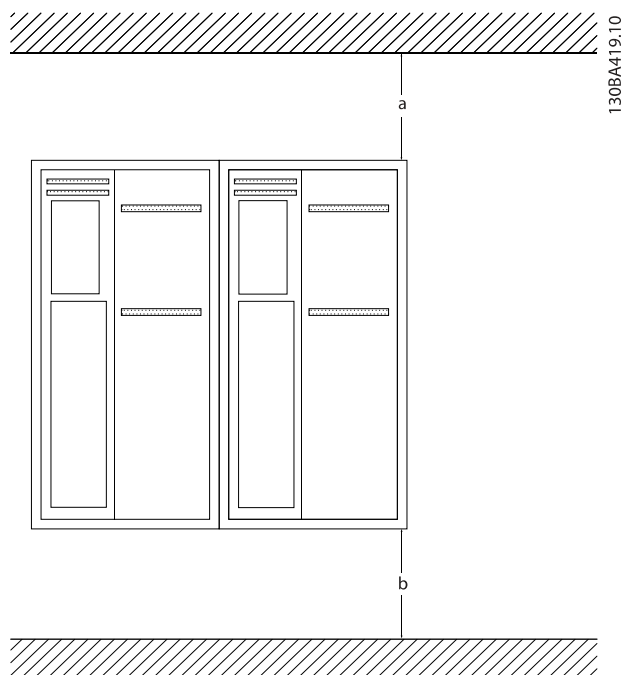

图 2.1 顶部和底部冷却间隙
- 顶部和底部须留出空气冷却间隙。间隙通常须达到 100–225 毫米 (4–10 英寸)。有关间隙要求，请参阅 图 2.1